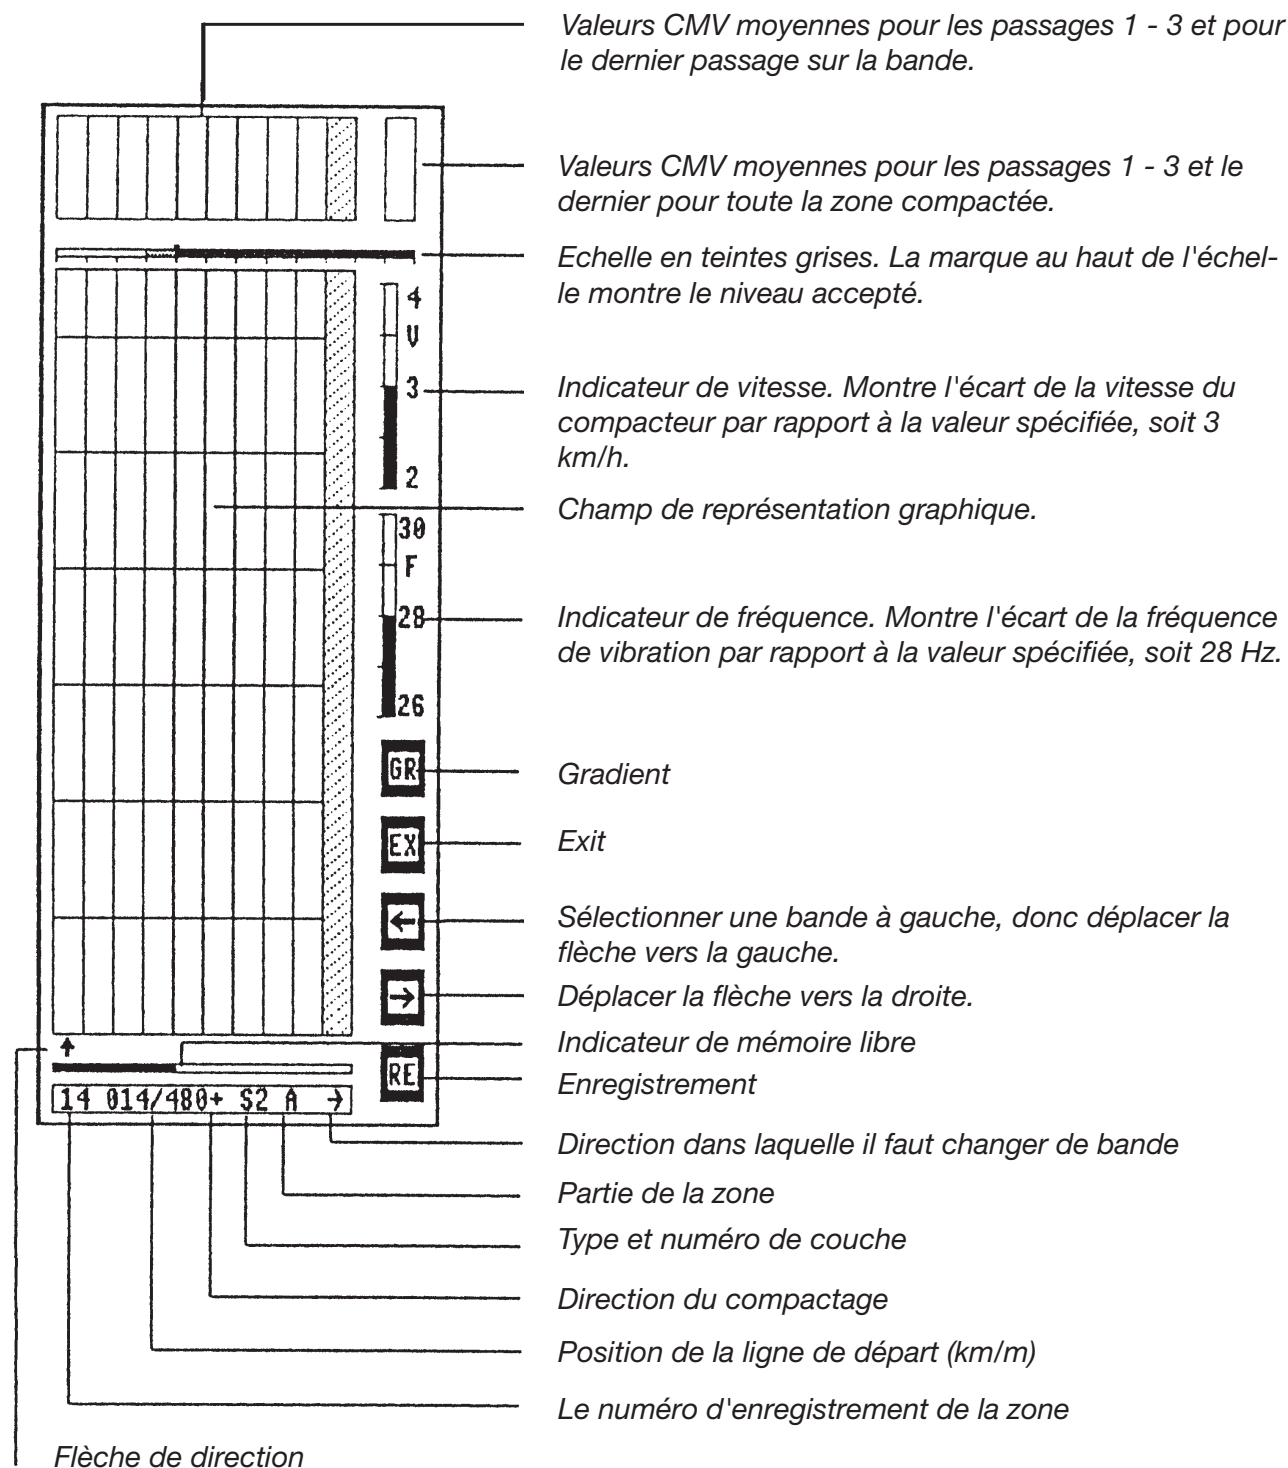

Figure 20. Ecran de travail pour une nouvelle zone.
Si vous sélectionnez **RETOUR AU MENU**, vous retournez au Menu principal et chacun des autres donne un nouvel écran, l'écran de travail (figure 20), voir chapitre 7.1.10. Enregistrement.
1) Notez qu'au début d'un nouvel enregistrement, la flèche de direction (figure 20) pointe vers la première bande (la première bande à gauche - sauf si « Change strip » a été sélectionné à gauche dans le Menu du chantier (->), auquel cas la flèche de direction pointera vers la première bande à droite).